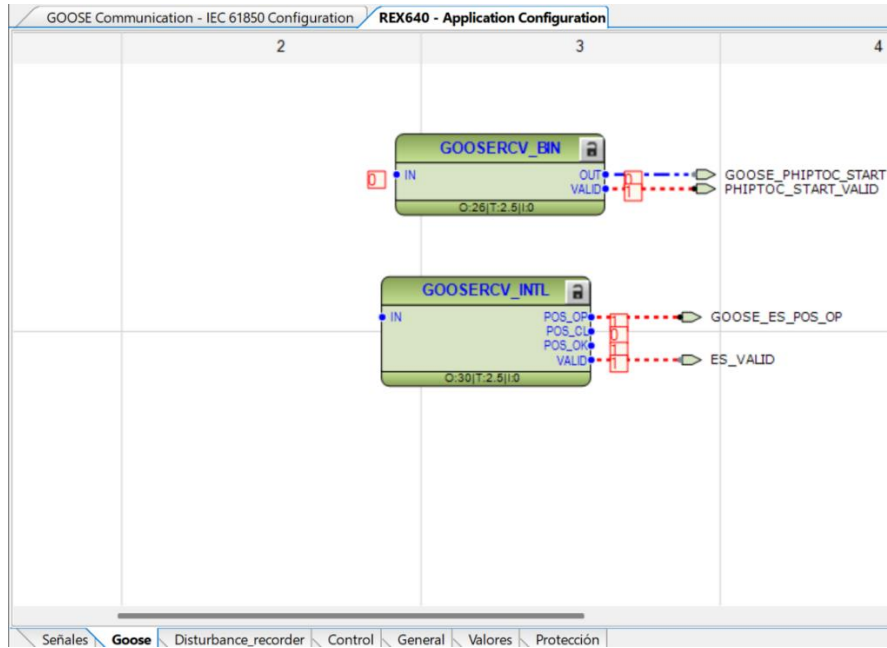

Imagen 413_Trabajo en línea con simulación del relevador REX640.
6.1.10 Retomando PCM600, podemos observar que el interruptor está en una posición de apertura, como se muestra en la **Imagen 413**.